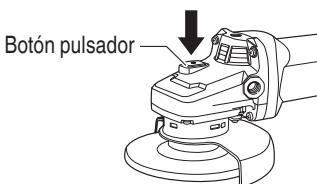

Fig. 10
7. Compruebe el botón pulsador. Cerciórese de que el botón pulsador esté desenganchado presionándolo dos o tres veces antes de conectar la alimentación de la amoladora. (Fig. 10)